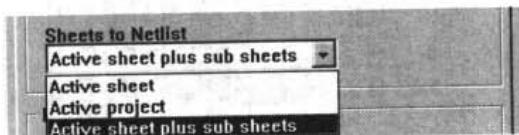

图7-3 ERC检查范围设置
**Sheets to Netlist:** 本选项的功能是设定ERC的检查范围，单击此下拉列表框，将产生如图7-3所示的下拉列表。